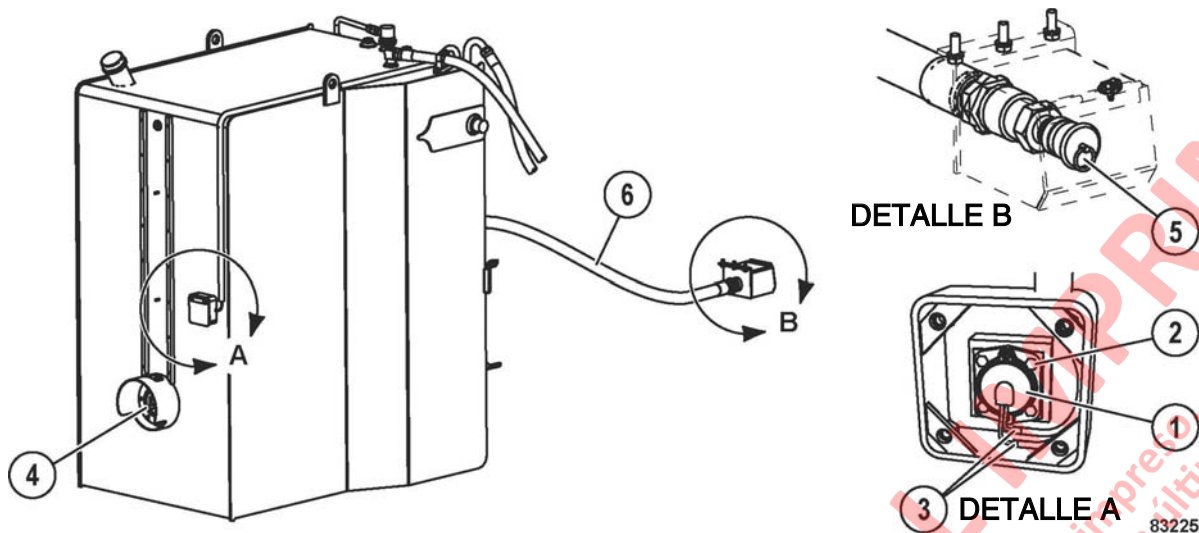

FIGURA 4-3. TRANSMISOR DEL MEDIDOR DE COMBUSTIBLE Y RECEPTORES DE LA CARGA RÁPIDA DE COMBUSTIBLE
El transmisor del medidor de combustible (1, Figura 4-3) provee una señal eléctrica para operar el medidor de combustible en el panel de instrumentos.
2. Instale el transmisor del medidor de combustible (1, Figura 4-3) en el tanque. Asegúrese de que la bola flotante esté orientada correctamente y se mueva libremente.
3. Instale los accesorios de montaje (2) del transmisor y apriete los tornillos al torque estándar.
4. Conecte los cables a los terminales (3).
El conjunto de receptor de combustible (4, Figura 4-3) está montado en la parte delantera del tanque de combustible. El conjunto de receptor de combustible (5) está montado en la parte inferior del tanque hidráulico. Se conecta a la parte trasera del tanque de combustible por medio de la manguera (6).